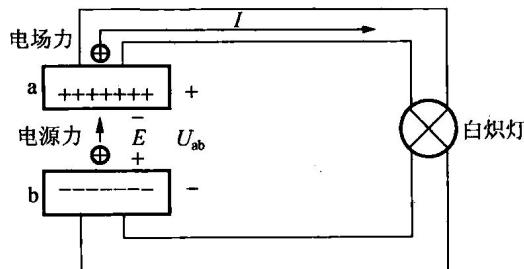

图 1.6 电压的定义
(1) 电压的大小。由电场知识可知,电场力能够移动电荷做功。在图 1.6 所示电路中,极板 a 带正电,极板 b 带负电,a、b 间存在电场。极板 a 上的正电荷在电场力的作用下从 a 经过白炽灯移到极板 b,从而形成了电流,使白炽灯发光,这说明电场力做功产生了电流。
在图 1.6 中，当电场力移动正电荷从 a 经过白炽灯到 b 时，就将电能转换为光能，所以正电荷在 a 点具有比 b 点更大的能量。我们把单位正电荷在电路中某点所具有的能量称为该点的电位，用 V 表示，如 a 点的电位为  $V_a$ ，b 点的电位为  $V_b$ 。由此可知，电路中两点之间的电压就是这两点的电位之差，即
在图 1.6 中，为维持电路中的电流流通，使白炽灯不断发光，必须保持电路 a、b 两端间的电压  $U_{ab}$  恒定不变，这就需要电源力（非电场力）源源不断地把正电荷由负极 b 移向正极 a，以维持  $U_{ab}$  不变，这一装置称为电源。电源力克服电场力移动正电荷从负极到正极所做的功，用物理量电动势来衡量。电动势在数值上等于电源力把单位正电荷从负极 b 经电源内部移到正